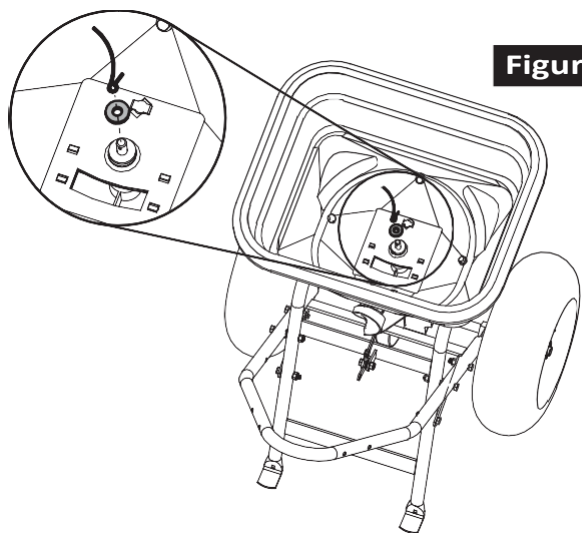

Figure 7
7. À l'intérieur de la trémie, placez la rondelle de feutre et le fil agitateur sur l'axe du disque, comme illustré à la figure 7.
REMARQUE : Repérez l'orientation et le passage du fil agitateur (illustré à la figure 7).